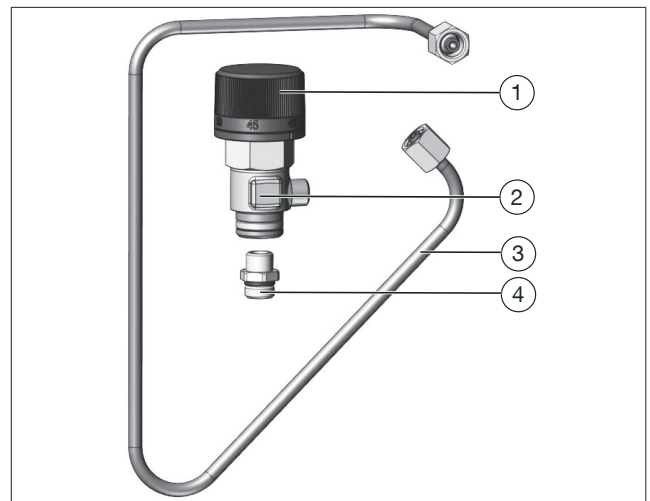
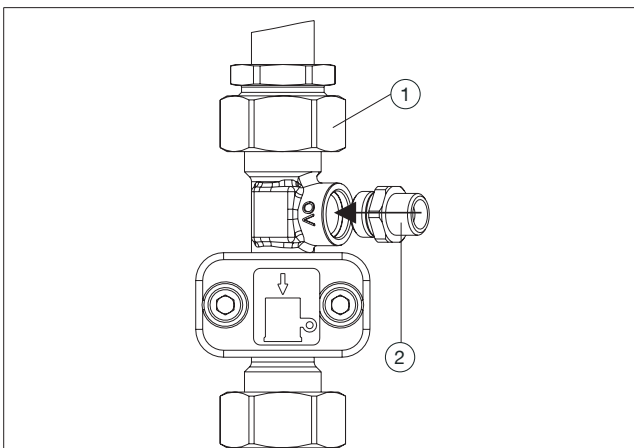

Abb. 1: Aufbau
Abb. 3: Einbau Adapter Regudis W-HTU/TU und Regudis W-HTF
(1)	Blindstopfen SW 22
(2)	Entleerungsventil
(3)	Gehäuse
(4)	Verschlussstopfen SW 12
5. Schrauben Sie den Adapter (siehe Abb. 1) in das Gehäuse (siehe Abb. 3).
5. Schrauben Sie den Adapter (siehe Abb. 1) in den